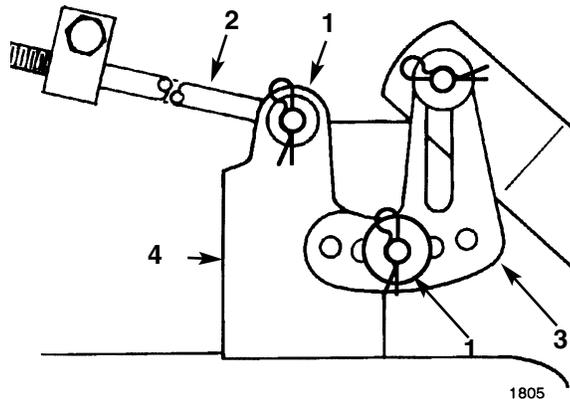

Fig. 49
5. Togliete la coppiglia a forcina e la rondella dalla staffa di livello (Fig. 49). Per livellare la lama (o lame) riposizionate la staffa di livello in un foro diverso e montate la rondella e la coppiglia a forcina (Fig. 49). Il foro anteriore abbassa l'altezza della lama e quello posteriore la alza. Ripetete questa operazione dal lato opposto.